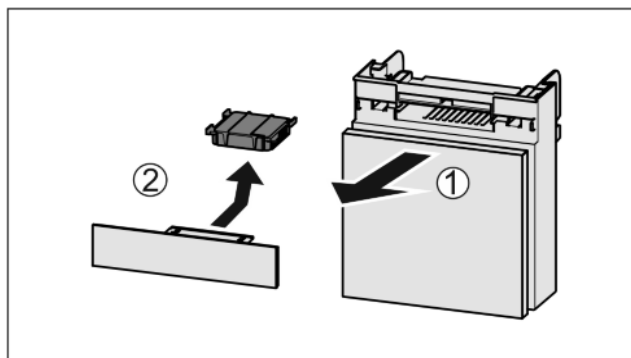

Fig. 36
- Wyciągnąć Fig. 36 (1) komorę do przodu.
- Wyjąć Fig. 36 (2) filtr z węglem aktywowanym.